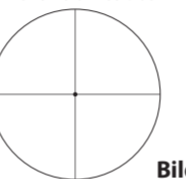

Bild 3-2
- 1 Titta genom okularet med ögat ca 10 cm (4 tum) från okularlinsen. Då ser du det avancerade BDC-hårkorset (bild 3-1) eller det fina hårkorset med Dot (bild 3-2). Se till att ditt öga befinner sig i rätt läge och på rätt pupillavstånd, i annat fall kan det bli "svart".